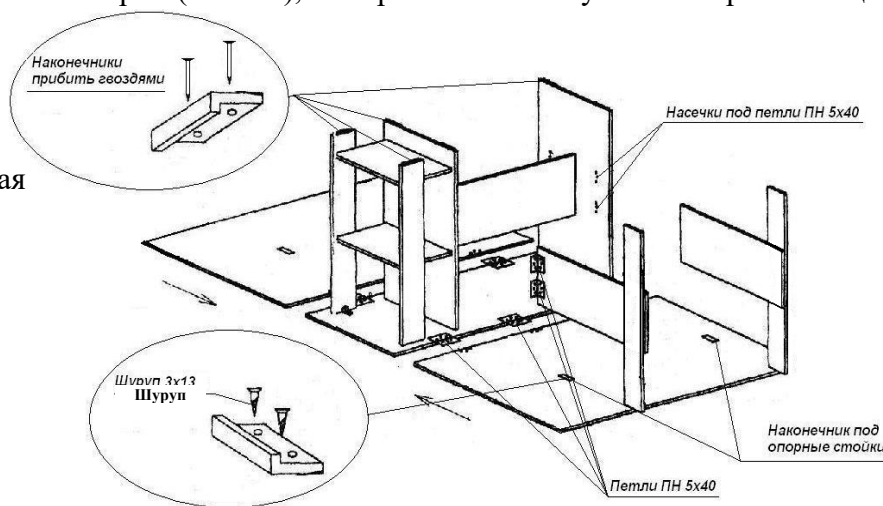
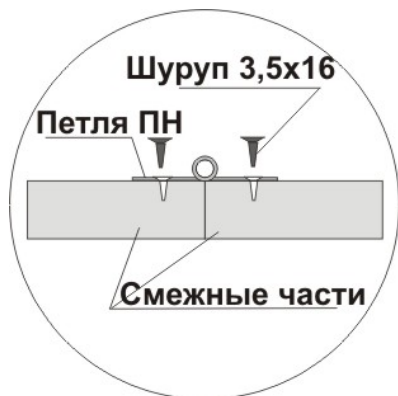

Рис.3
Рис.4
2. Для удобства сборки можете перевернуть полученную конструкцию как показано на рис.3. Опора крышки (поз.8) и планка продольная (поз.9 (планка продольная малая поз.10)) поставляются в собранном виде. Крепление планки продольной поз.9 (планки продольной малой поз. 10) и опоры поз.3 осуществляется петлями ПН 5x40. Петли крепятся шурупами 3,5x16. С помощью петли ПН 5x40 закрепите между собой крышку (поз.1) и крышку малую (поз.2) как показано на рис.3. Монтаж петель крепления крышек показан на рис.4
3. Четыре наконечника под опорные стойки (поз.8) крепятся шурупами 3x13. Остальные наконечники прибить гвоздями 1,6x25. См. рис.3.